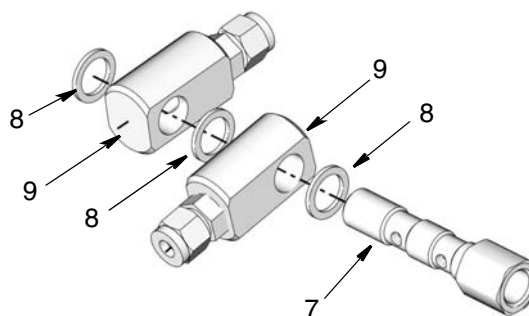

FIG. 7
6. Posizionare una rondella (8) sull'estremità della doppia vite cava (7). Quindi installare il raccordo cavo (9) sulla vite. Installare un'altra rondella (8) seguita da un altro raccordo cavo (9) e poi un'altra rondella (8) nell'orientamento illustrato in FIG. 7.